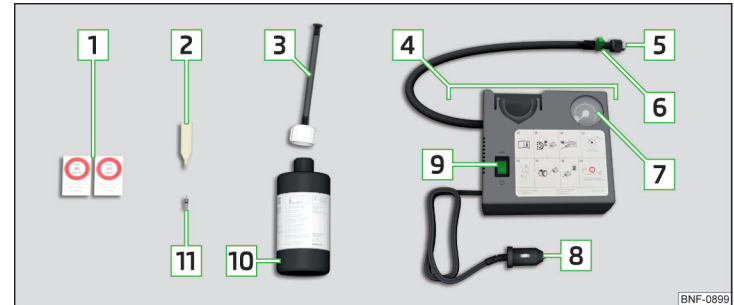

Abb. 351 Pannensetbeschreibung
- Den Ventileinsatzdreher  » **Abb. 351 auf Seite 317** auf den Ventileinsatz stecken, sodass der Ventileinsatz in den Schlitz des Ventileinsatzdrehers passt.
- Den Reifenfüllschlauch  » **Abb. 351 auf Seite 317** fest auf das Reifenventil schrauben.